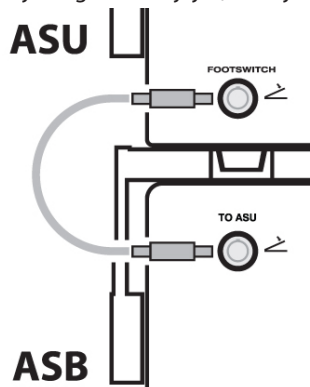

Figura 5: Lidhja e kabllos së ndërfaqes së pedalit të kontrollit (panelet e pasme të ASU/ASB)
4. Lidhni kabllo në ndërfaqe të pedalit të kontrollit (A001466) midis foleve të pedalit të kontrollit (9) në panelet e pasme të ASU dhe ASB derisa të dëgjohet një tingull kërcitjeje (referojuni **Figura 5**).